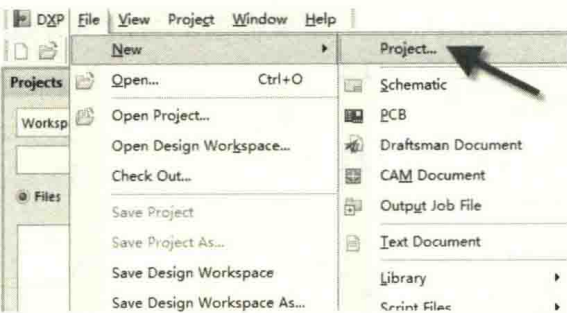
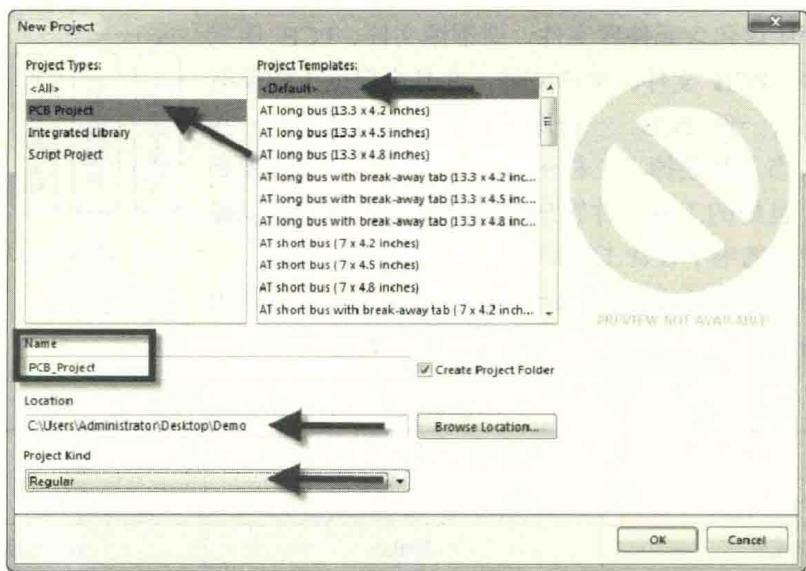

图 2-2 新建工程
图 2-3 对新建工程属性进行设置
(1) 打开软件，执行菜单命令“File-New-Project...”，如图 2-2 所示，出现如图 2-3 所示的“New Project”窗口。
(2) 对新建工程属性进行设置，如图 2-3 所示。
① 工程类型“Project Type”：选择“PCB Project”。
② 工程模板“Project Templates”：选择“Default”。
③ 名称“Name”：输入自定义名称（可以中文）。
④ 路径“Location”：保存到自定义目录即可（同样支持中文）。
⑤ Project Kind：选择“Regular”。